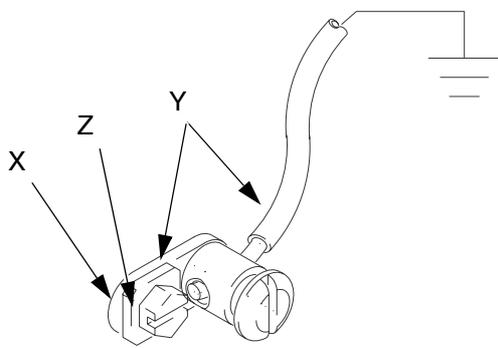

Рис. 6. Винт заземления
Если у вас есть винт заземления, представленный на Рис. 6, вам необходимо приобрести узел провода заземления, глухого полюсного наконечника и зажима (Y) 222011. Чтобы установить узел 222011, выкрутите винт (Z) заземления и вставьте его в проушину полюсного наконечника (X). Затем вкрутите винт заземления в пневматический двигатель, как показано на Рис. 6. Другой конец провода следует соединить с грунтовым заземлением.